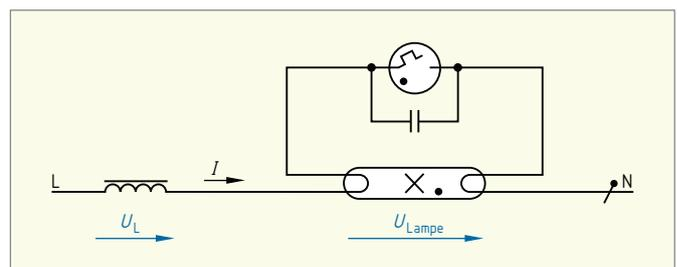

Bild 2: Leuchtstofflampenschaltung
- Welche Änderungen muss man in der Leuchtstofflampenschaltung (► Bild 2) vornehmen, wenn man die Anlage auf LED-Röhren umrüstet?
Um die Leitungen und das Netz gleichmäßig zu belasten, werden die drei Heizwiderstände eines Durchlauferhitzers, wie in ► Bild 2 dargestellt, an das Drehstromnetz 230/400 V angeschlossen.